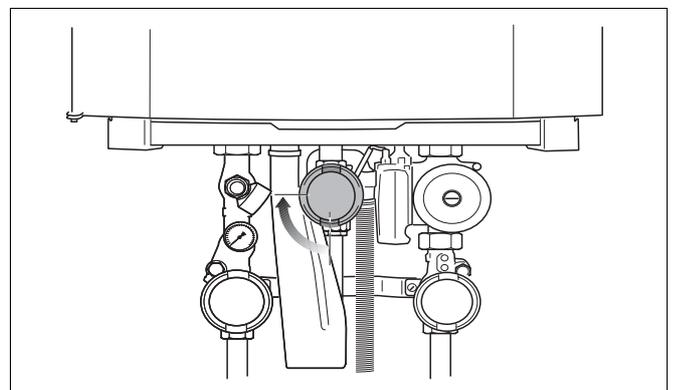

Fig. 99 Chiudere il rubinetto del gas
- Chiudere il rubinetto del gas o il rubinetto di intercettazione del gas (fig. 99).
- Chiudere il rubinetto del gas o il rubinetto di intercettazione del (fig. 99).